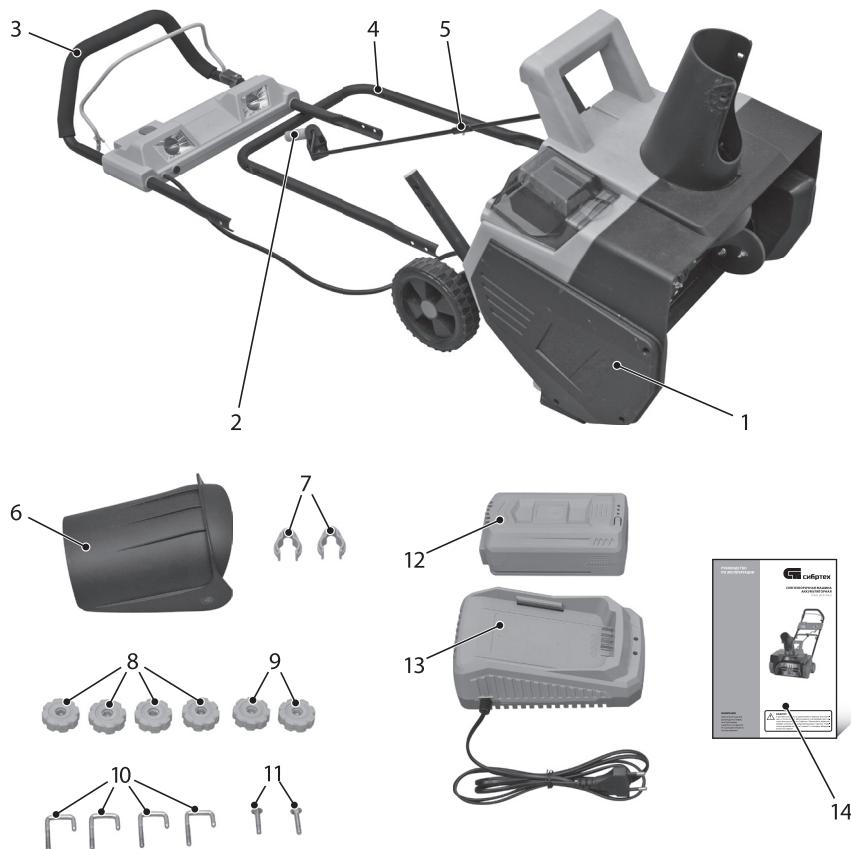
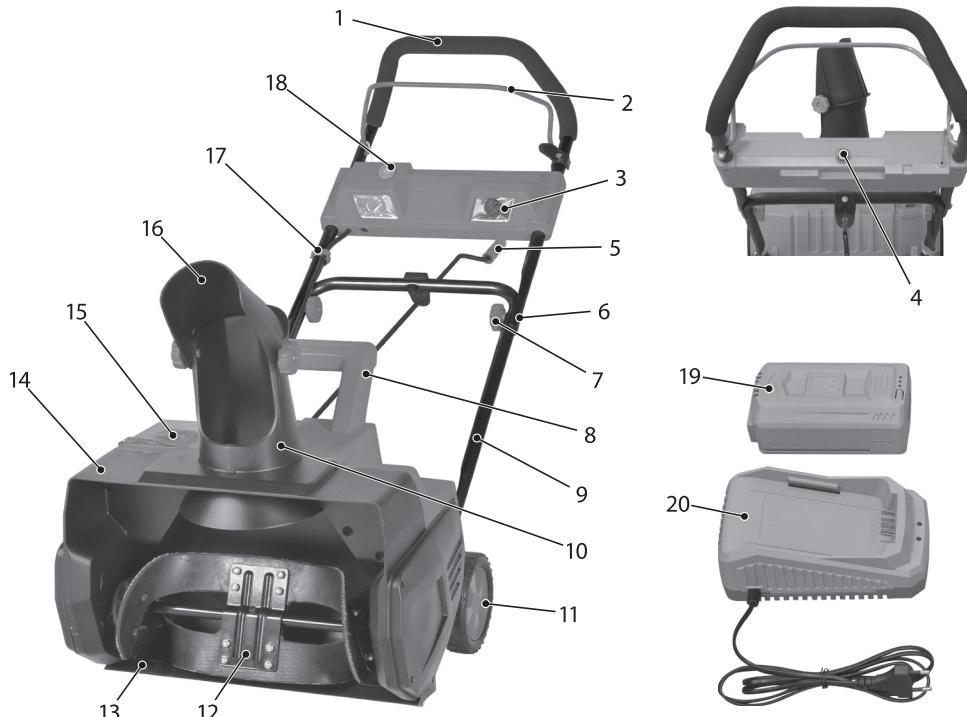

Рис. 1.
Рис. 2.
- Совместите отверстия дефлектора (рис. 2, поз. 16) с отверстиями на выпускном желобе (рис. 2, поз. 10). Установите винт с полукруглой головкой (рис. 1, поз. 11) и закрепите гайкой-барашек (9) с двух сторон.
Для включения фар при работающей снегоуборочной машине переведите выключатель (рис. 2, поз. 4) в положение «Включено». Для выключения переведите выключатель в положение «Выключено».
При отпускании рычага включения (рис. 2, поз. 2) фонари освещения отключаются.